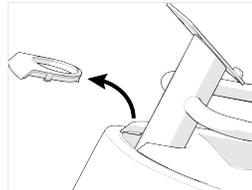

Abbildung 9
1. Schieben Sie die Dichtung nach oben und entfernen Sie sie von der Mittelstütze (Abbildung 9).